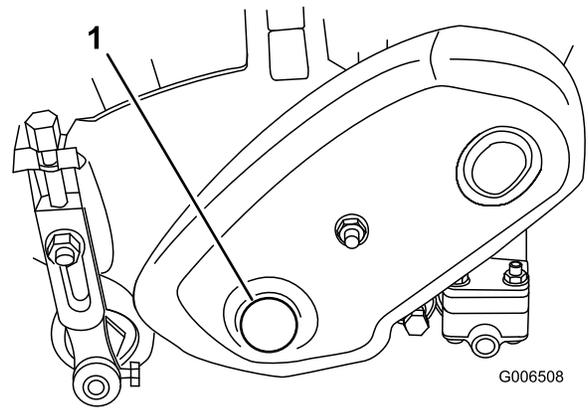

Bild 68
1. Nehmen Sie die Schraube von der Spindeltriebsabdeckung an der linken Seite der Spindel ab (Bild 68).